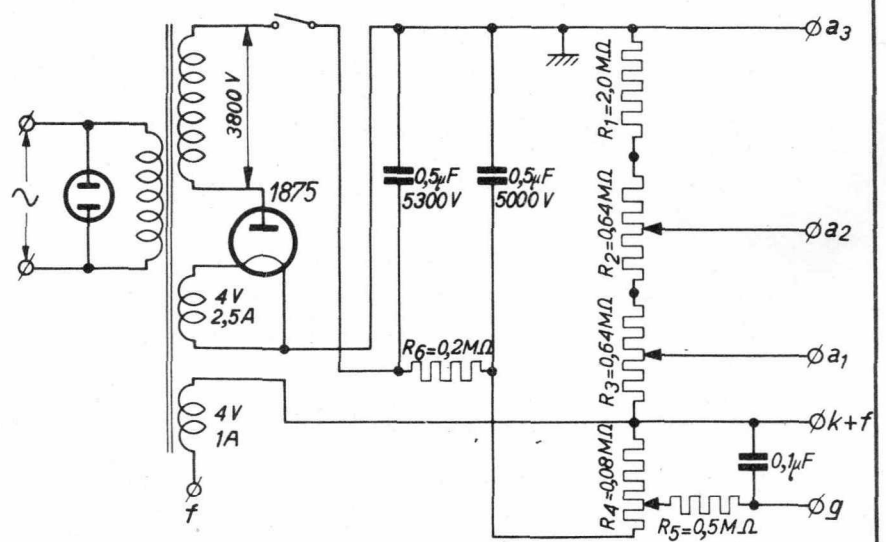

FIG. 5
In Abbildung 5 ist eine Schaltung dargestellt, die in fast allen Fällen brauchbar ist. Die gewünschten Spannungen zwischen Kathode und Gitter, der ersten, der zweiten und der dritten Anode werden durch Anzapfung eines Potentiometers erzielt.
Die Helligkeit des Bildes auf dem Schirm richtet sich nach der Grösse des Elektronenstromes, der von der Kathode zum Schirm fliesst. Die Regelung dieses Stromes kann mit Hilfe der Spannung am Gitter (g) (R4 in Abb.5) erfolgen.
- 2.) Sorgfältig ist darauf zu achten, dass hochspannungsführende Teile gegen zufällige Berührungen hinreichend abgeschirmt sind; auch ist zu beachten, dass bei einem etwaigen Durchschlag von Kondensatoren bestimmte Teile unter Hochspannung stehen können, die nicht dafür bestimmt sind. Es wird empfohlen parallel zur Primärwicklung des Netztransformators eine kleine Neonsignallampe zu schalten, wie in Abb. 5 angegeben.